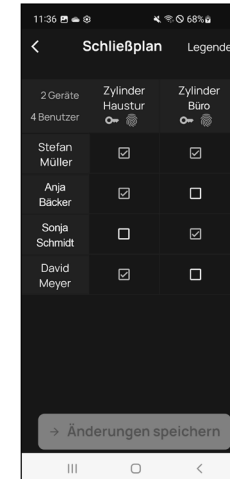

Abb. 3
**! Zur Info:** Diese Tabelle wird als solche interessant, wenn Sie mehrere Zylinder und Benutzer haben. Dann können Sie in einem Schritt und übersichtlich festlegen, wer auf welchen Zylinder zugreifen darf. In Abb. 3 sehen Sie ein Beispiel, wie eine ausgefüllte Tabelle mit entsprechenden Zylindern und Benutzern aussehen kann.